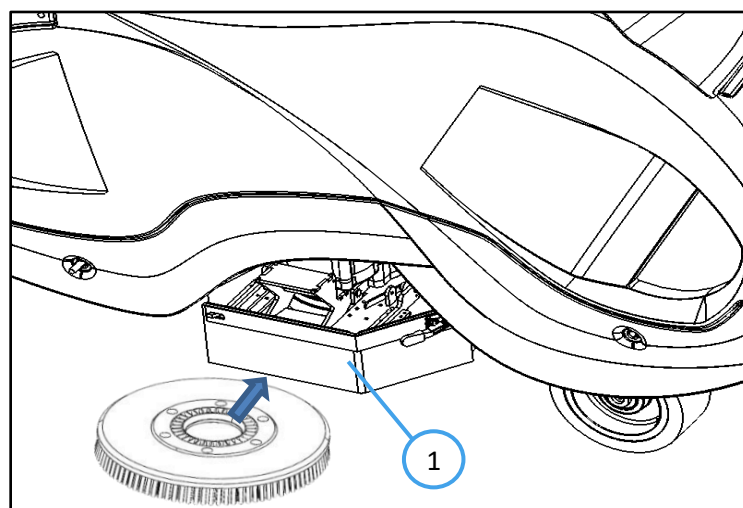

Fig. 2
3. 3. Schuif de borstel onder de robot en lijn hem uit met de koppeling (Fig 2).